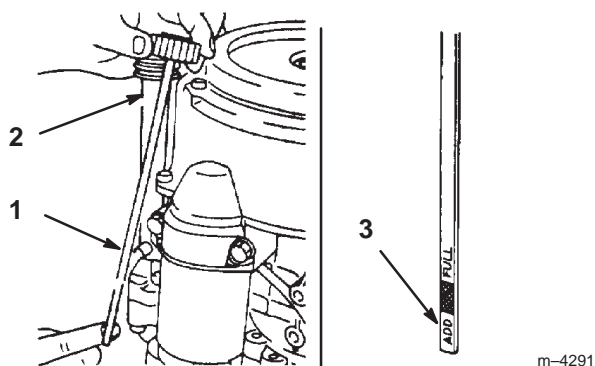

Bild 38
3. Reinigen Sie den Bereich um den Ölpeilstab herum (Bild 38), damit kein Schmutz in den Einfüllstutzen gelangen und so den Motor beschädigen kann.
4. Schrauben Sie den Ölpeilstab los und wischen das Ende ab (Bild 38).
5. Schieben Sie den Ölpeilstab vollständig in den Einfüllstutzen (nicht in den Einfüllstutzen einschrauben) (Bild 38). Ziehen Sie den Peilstab wieder heraus und prüfen Sie das Stabende. Gießen Sie, wenn der Ölstand zu niedrig ist, nur so viel Öl langsam in den Einfüllstutzen, dass der Ölstand die Voll-Marke erreicht.
6. Gießen Sie ca. 80 % der angegebenen Ölmenge langsam in den Einfüllstutzen (Bild 38). Siehe „Warten des Motoröls“ auf Seite 34.